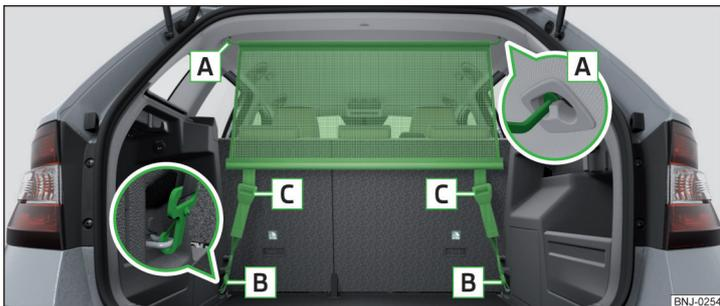

Fig. 98 Rede divisória atrás dos bancos traseiros
- Aplicar a barra transversal no alojamento [A] » Fig. 98 primeiro de um dos lados e pressionar para a frente. Do mesmo modo fixe a barra transversal do outro lado do veículo no encaixe [A].